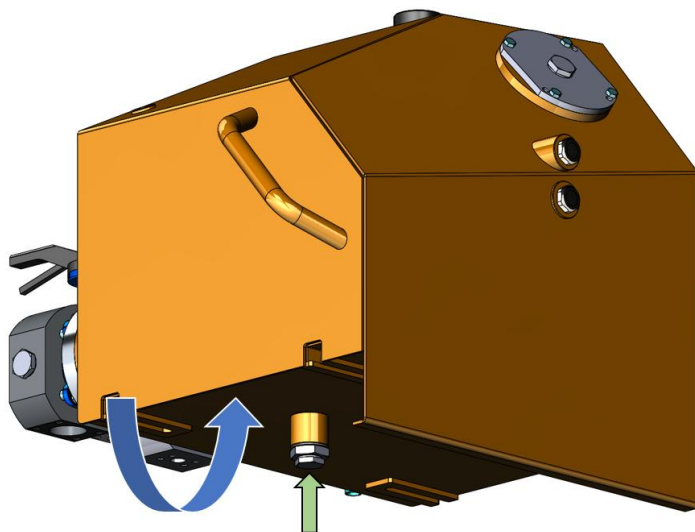

Рисунок 5.49. Сливная пробка на гидравлическом баке
- Ключом  на 41 Отвернуть пробку-колпачок со сливного клапана на нижней стороне гидравлического бака, см. рис. 5.49 (показано стрелкой).